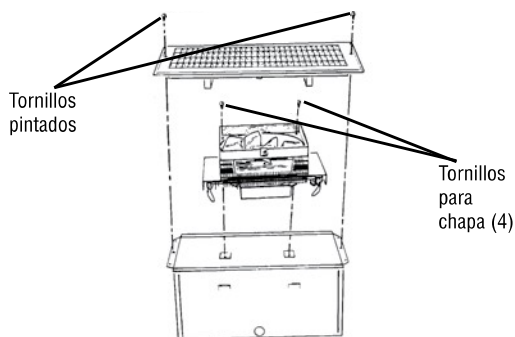

Figura 4
2. Después de insertar totalmente el enchufe en el tomacorriente, empuje el calefactor hasta su posición y sujételo con los dos (2) tornillos provistos (vea la Figura 4).
4. Coloque la rejilla sobre el gabinete y asegúrela con los dos tornillos pintados provistos, como se muestra en la Figura 4.